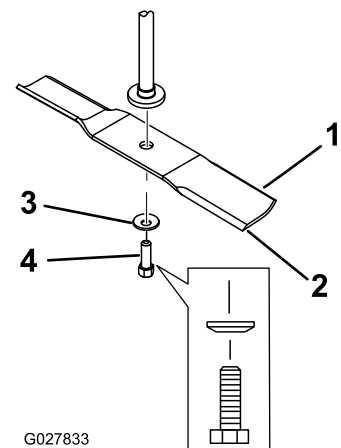

Figura 57
2. Retire a cavilha da lâmina, a anilha curva, e a lâmina do eixo (Figura 57).
1. Instale a lâmina no eixo (Figura 57).
2. Instale a anilha curva (lado oval virado para a lâmina) e o parafuso da lâmina (Figura 57).